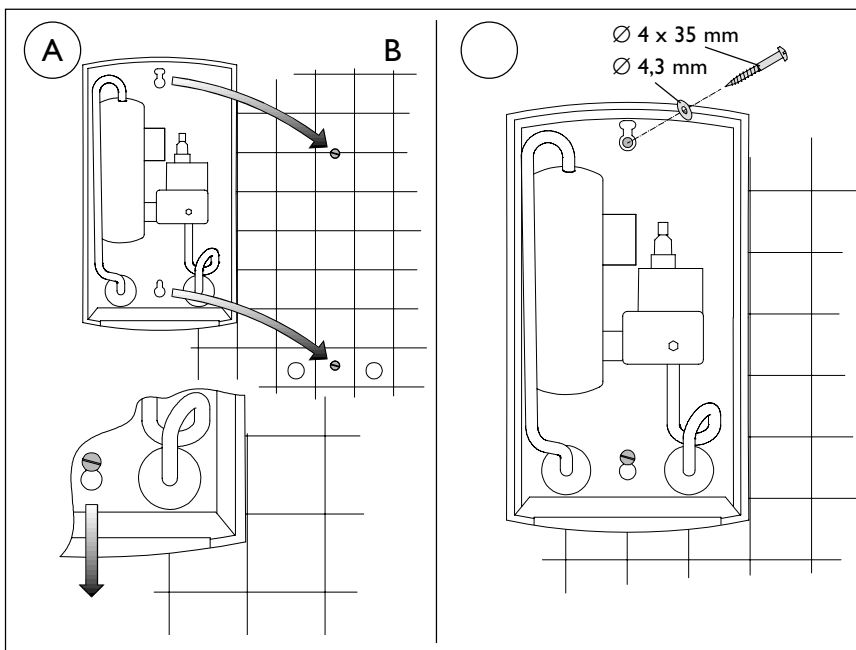

Рис. 9
Указание: При замене старого прибора типа ДНС (старые отверстия могут использоваться) дополнительно ввинтить верхние винты и использовать прилагаемые шайбы (рис. 9 **В**).
5. При подштукатурном монтаже водопровода ввинтить в стенную шайбу в соответствии с рис. 12. Прибор насадить на винты и зафиксировать (рис. 9 **А**).